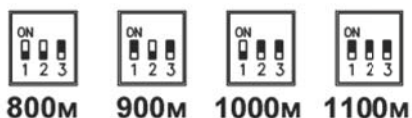
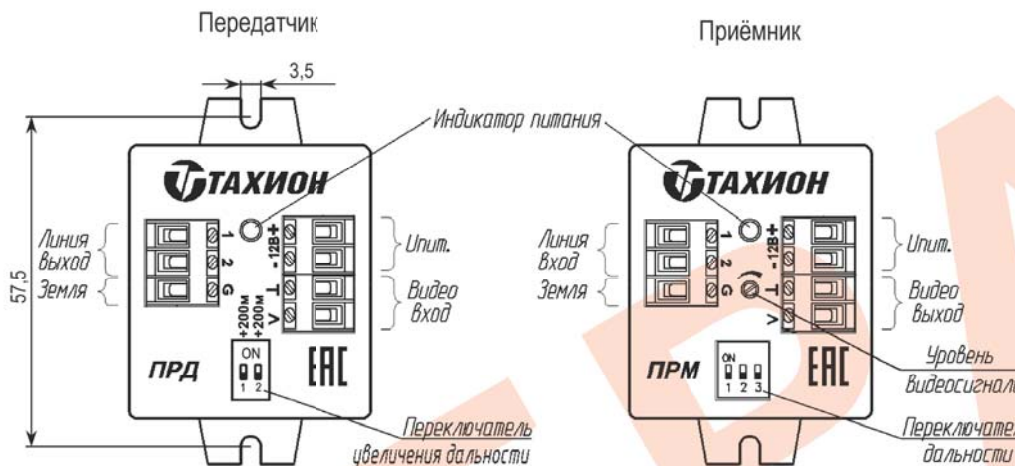
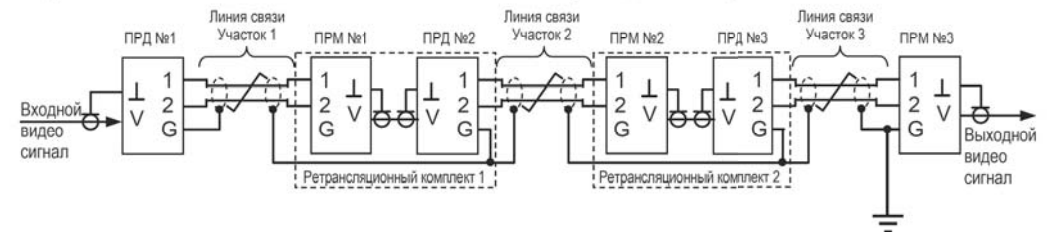

Рис.7 Выбор дальности переключателем дальности
Рис.1 Устройство АПВС-5 АНД
Рис.5 Схема построения линии с тах длиной 2100м при невозможности заземления на всех передающих сторонах.
2. На приёмнике «Переключателем дальности» (см. рис.1) установите дальность, на 100м больше длины линии. Выбор дальности показан на рис.6.
2. На приёмнике «Переключателем дальности» (см. рис.1) установите дальность, соответствующую длине линии в пределах 0 – 300м. Выбор дальности показан на рис.6.
2. На приёмнике «Переключателем дальности» (см. рис.1) установите дальность, соответствующую длине линии в пределах 800 –1100м. Выбор дальности показан на рис.5.
2. На приёмнике «Переключателем дальности» (см. рис.1) установите дальность, соответствующую длине линии в пределах 0 – 700м. Выбор дальности показан на рис.6.
2. На приёмнике «Переключателем дальности» (см. рис.1) установите дальность, на 100м больше длины линии. Выбор дальности показан на рис.7.
При невозможности заземления оборудования на всех передающих сторонах используется схема включения комплектов АПВС-5 АНД, приведенная на рис.5.